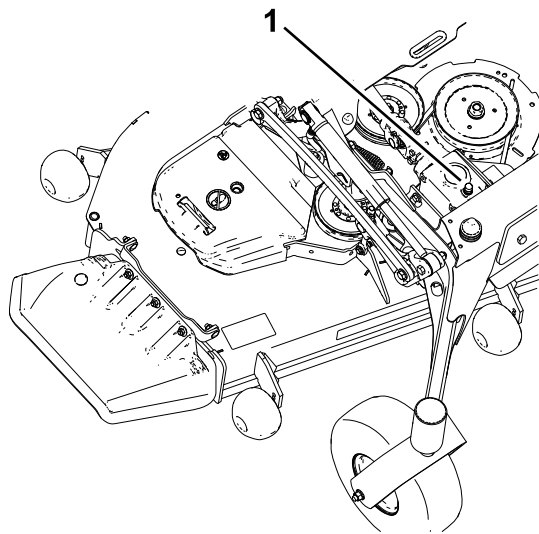

Рисунок 56
5. Вийміть щуп/заливну заглушку з верхньої частини коробки передач та переконайтеся, що мастило знаходиться в діапазоні між позначками на щупі (Рисунок 56).